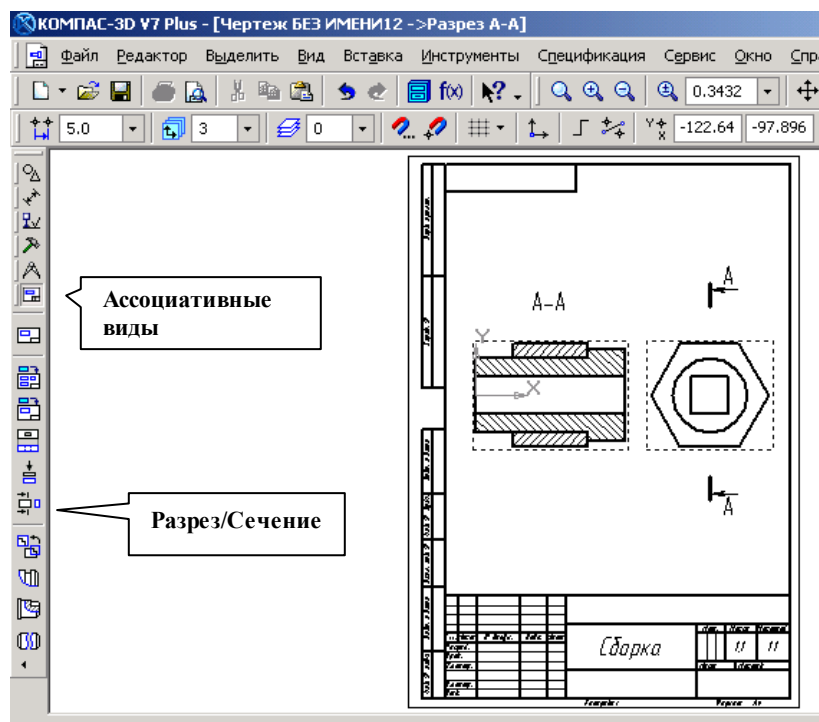

Рис.158 Построение ассоциативного разреза
2. Включив кнопку Разрез/Сечение на странице Ассоциативный вид, укажем курсором линию разреза А-А. На экране появится перемещающийся фантом разреза в виде прямоугольника, зафиксируйте его в нужном месте (рис.158).
В соответствии с ГОСТ 2.307-68 разрез, образованный секущей плоскостью, совпадающей с плоскостью симметрии детали (когда отсекается половина или четверть детали), на чертеже не обозначается. В построенном разрезе на рис.158 обозначение разреза следует удалить.